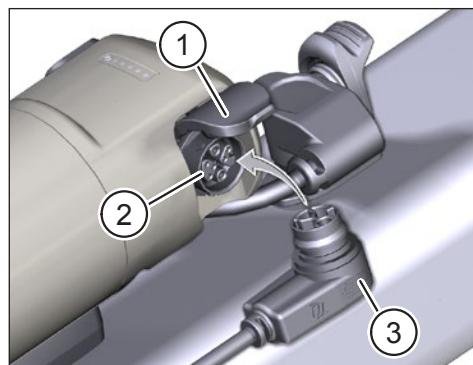

Fig. 3: Range extender laden
- ▶ Klap het deksel (Pos. 1 in Fig. 3) op de laadpoort van de range extender open.
- ▶ Controleer of de contacten in de laadpoort (Pos. 2 in Fig. 3) vrij zijn van vuil en reinig ze indien nodig
- ▶ Steek de oplaadstekker (Pos. 3 in Fig. 3) van de opCharger in de oplaadpoort van de range extender.